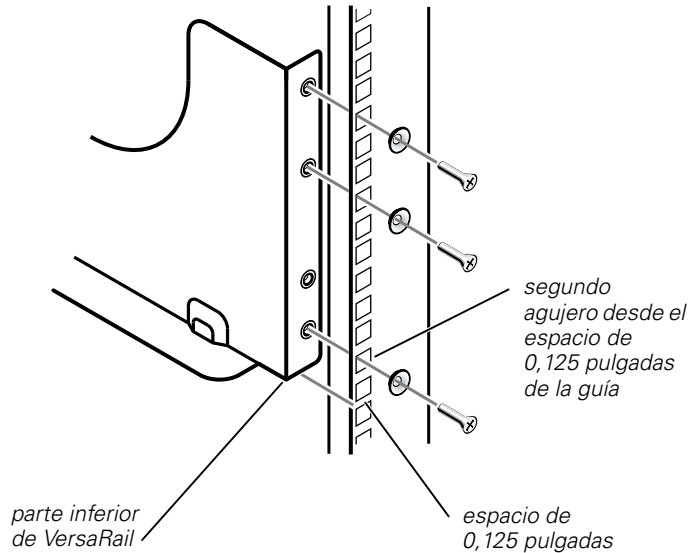

Figura 4-2. Alineación de VersaRail
2. Alinee VersaRail con la guía vertical frontal del rack (consulte la Figura 4-2).
3. Coloque el soporte de montaje de VersaRail en la parte interior de la guía vertical delantera del rack, de manera que la parte inferior de VersaRail esté alineada con el espacio de 0,125 pulgadas en la guía vertical delantera del rack (consulte la Figura 4-2).
NOTA: Asegúrese de utilizar los agujeros de montaje, tal y como puede ver en la Figura 4-2, para ajustar la parte delantera de VersaRails al rack. El segundo agujero de montaje desde la parte inferior de VersaRail sirve para ajustar el sistema al rack.